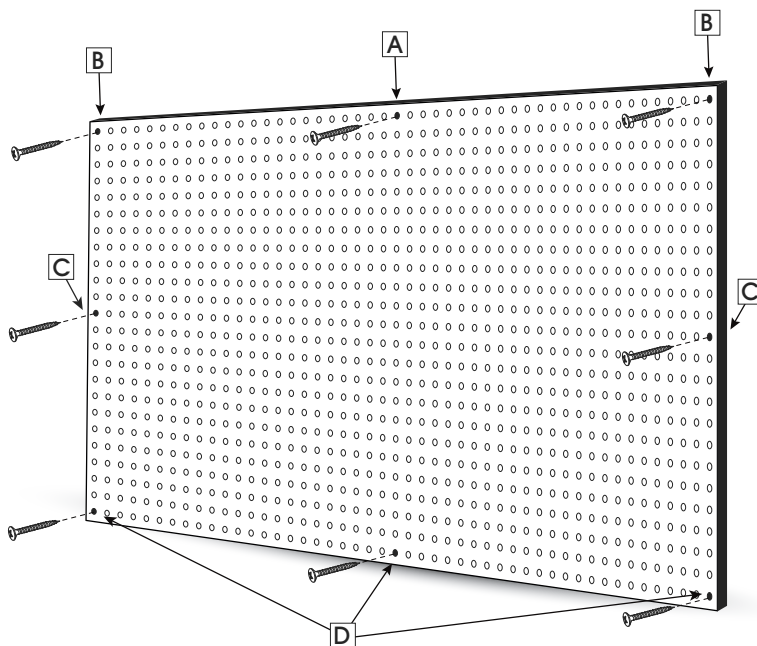

Figure 1
2. Avec quelqu'un tenant le panneau perforé en position, marquez les trous pour le fixer au mur. (Voir Figure 1)
FIXATION DU PANNEAU PERFORÉ (Voir Figure 1)